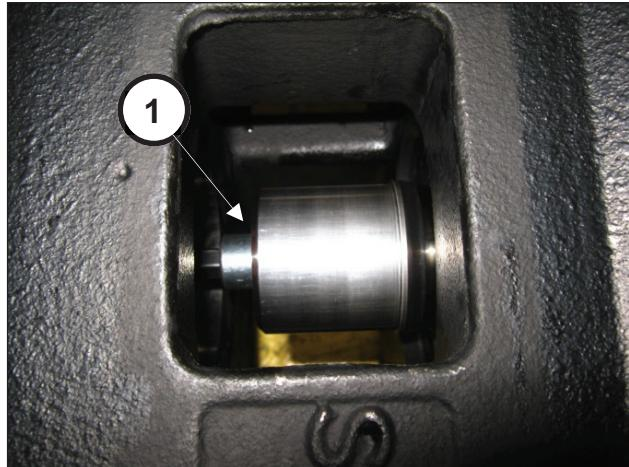
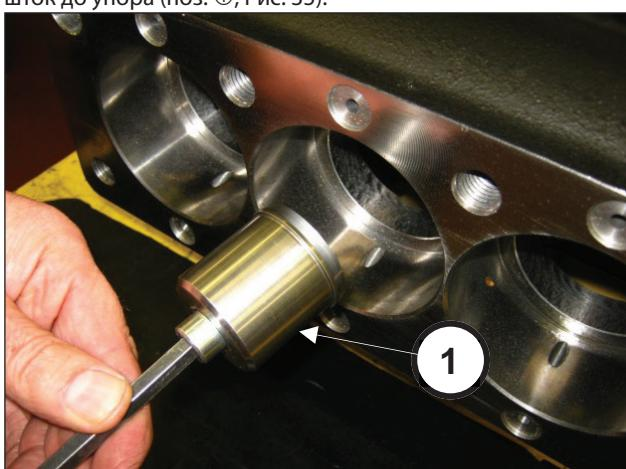

Рис. 35
Рис. 34
Установите инструмент (поз. ①, Рис. 34) и навинтите его на шток до упора (поз. ①, Рис. 35).